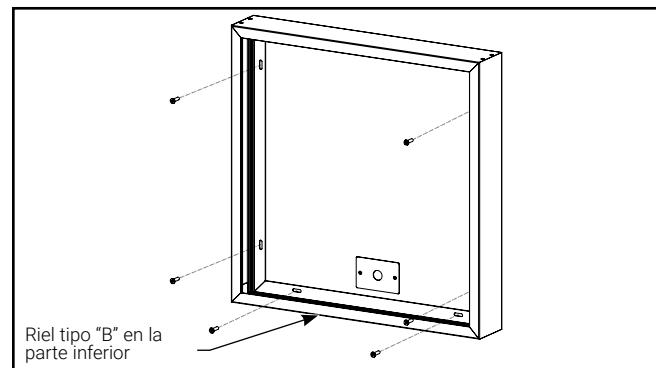

Figura 11.
**Nota:** Se recomienda montar la caja de modo que la caja de conexiones del conductor de suministro esté ubicada en un extremo de la caja. Esto asegurará que haya suficiente espacio libre dentro de la caja para un exceso de conducto de metal flexible. (Figura 11.)
B3. Fije la caja a la pared usando la tornillería correspondientes (no incluida) para asegurar ambos rieles tipo "A" y el riel tipo "B" inferior a la superficie. Asegúrese de que la caja permanezca cuadrada durante el montaje. El espacio de las ranuras de montaje es de 16 pulgadas de centro a centro. (Figura 11.)